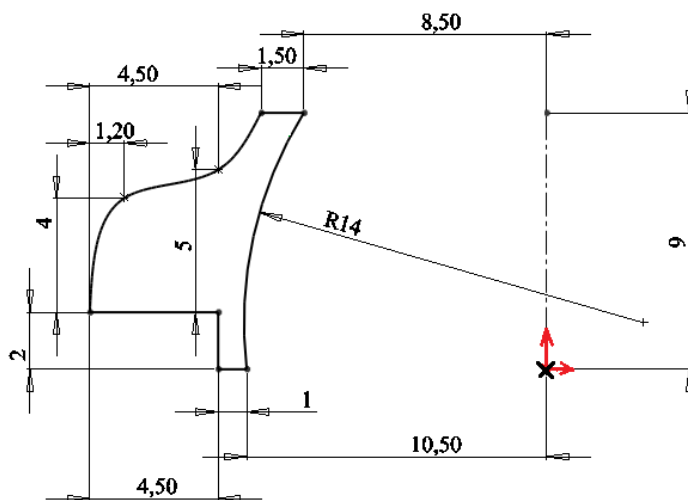

Рис. 1.7
3. Создаем эскиз по рис. 1.7. Для рисования наружной криволинейной поверхности используем инструмент «Сплайн» (по четырем точкам).